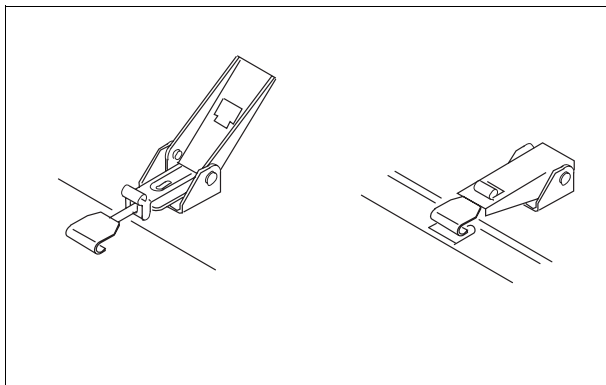

Bild 30
2.2.1.2 Kniehebelverschlüsse am Tankraum nachstellen (Bild 30)